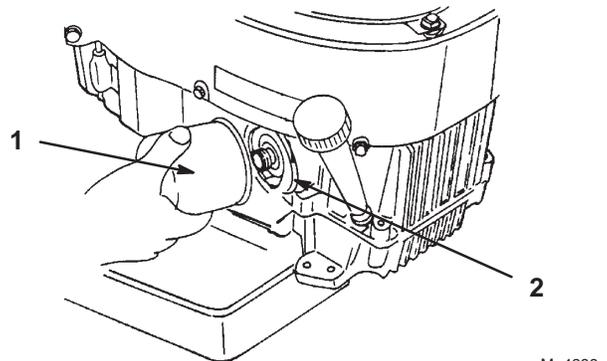

Bild 40
2. Entfernen Sie den alten Motorölfilter (Bild 40).
3. Ölen Sie die Gummidichtung am Austauschfilter (Bild 40) leicht mit Frischöl ein.
4. Drehen Sie den Austauschfilter auf den Anbaustutzen auf. Drehen Sie den Ölfilter im Uhrzeigersinn, bis die Gummidichtung den Anbaustutzen berührt. Ziehen Sie den Filter dann um eine weitere 3/4 Umdrehung fester (Bild 40).